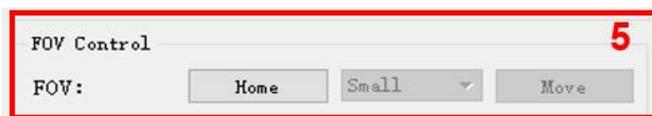

图 3.3.23 模块 5 中的 Home 按钮
(5).按照需求选择实验所需视野 (界面刚打开时会显示设备当前视野, 如无此需求, 可忽略该步骤) 点击模块 5 中的 Home 按钮 (如图 3.3.23 所示), 等待光源和探测器运动到 Home 位置后, 运行提示框会显示 "Home success!!!", 即表示回原点成功。然后